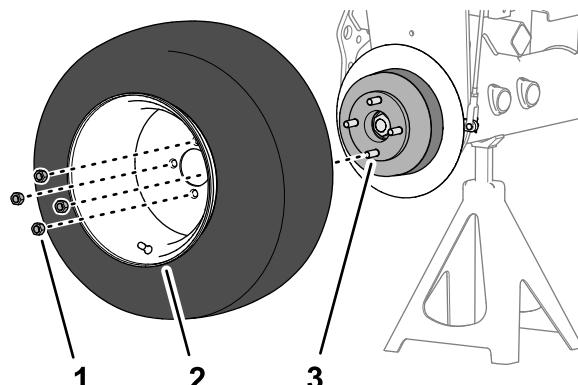

Рисунок 86
1. Установите колесо на ступицу с помощью 4 зажимных гаек (Рисунок 86) и затяните зажимные гайки от руки.